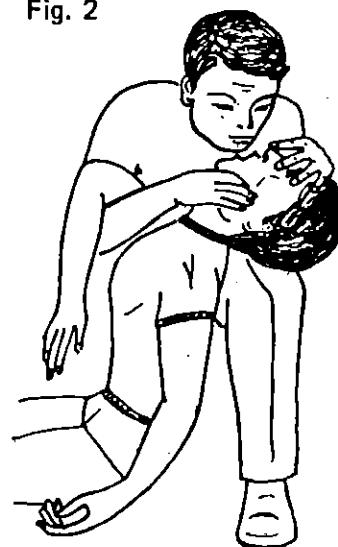

Fig. 3
e) Si l'on ne peut allonger la victime (dans une embarcation, par exemple, ou dans un local exigü), s'agenouiller sur le genou droit, le pied gauche étant légèrement en avant. Faire reposer le dos de la victime sur la cuisse gauche. On la maintient dans cette position en plaçant sous son aisselle droite le pli du coude droit, tandis que la main droite soulève le menton vers le haut et que la main gauche, en appuyant sur le front de la victime, maintient la tête en hyperextension. Faire les insufflations dans cette position (voir fig. 3).